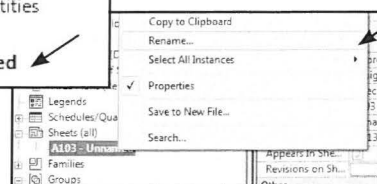

Fig. 16.34. Omdøb, ved at højreklikke og vælge *Rename*.
- Omdøb det oprettede *Sheet*, ved at højreklikke på det og vælge *Rename* (Fig. 16.34).